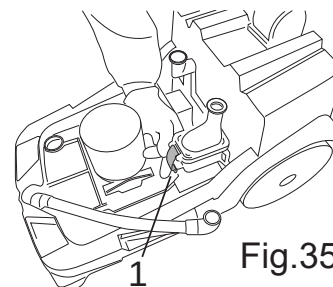

Fig.35
- Déverrouiller et retirer le capot de la soupape d'étranglement (Fig. 35-Rep.1).